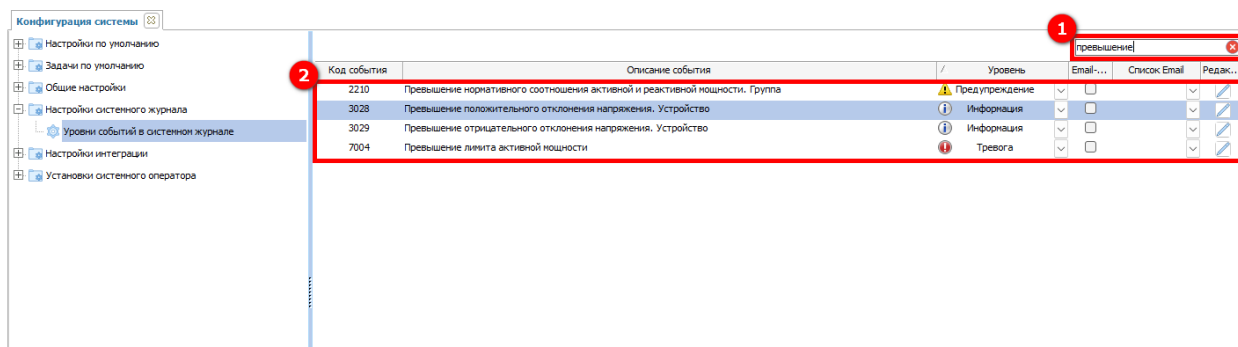

Рисунок 237 – Поиск данных
В правой верхней части вкладки находится поисковая строка (1) (см. рисунок 237), предназначенная для поиска информации в данной вкладке. Для осуществления поиска в поисковую строку вводим данные (1), далее нажимаем на кнопку поиска или клавишу **Enter**. Найденные совпадения будут представлены в виде списка в таблице вкладки (2).